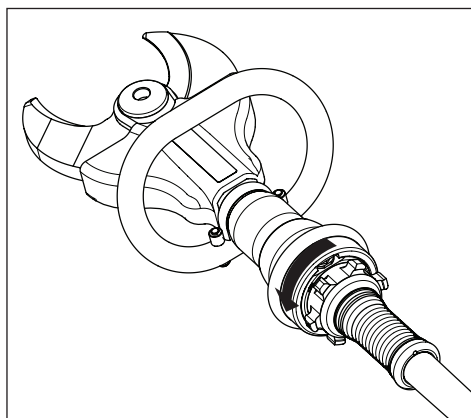

図6:カッター開状態
- ・ ブレードを開くには：ノブを左に回して、所定の位置に保持します。図6を参照してください。